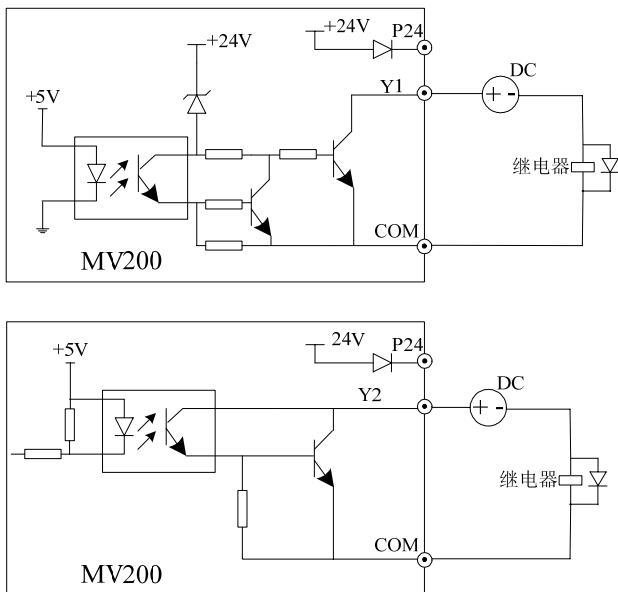

图3-18 多功能输出端子接线方式 2
2. 多功能输出端子 Y1、Y2 也可使用外部电源，接线方式请参见图 3-18。